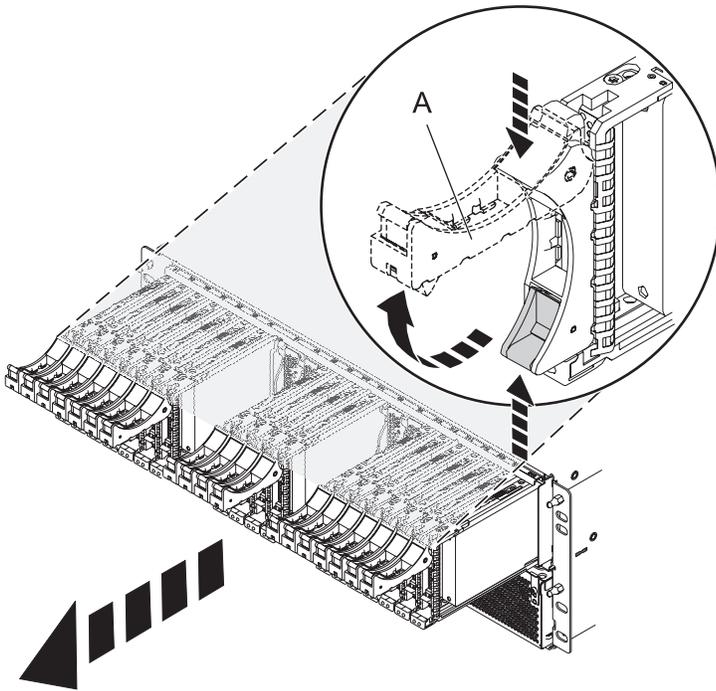

Figure 75. Retrait des unités du fond de panier
4. Retirez les unités et les obturateurs, comme illustré dans la figure 75.